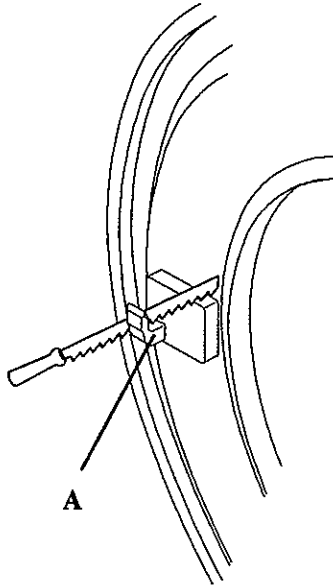

fig. 24
- Disable washer's lock. An easy way to do this is to saw the lock part (*fig. 24/A*), located at front of machine. (As this part is made in thermo-plastic material, it can be easily sawed).
- Inutilizar el cierre de la lavadora. Una forma fácil es serrar la pieza de cierre (*fig. 24/A*), montada en el frontal de la máquina. (Al ser una pieza de material termoplástico, se sierra con facilidad)
- Inutiliser la fermeture de la machine. On peut scier la pièce de fermeture (*fig. 24/A*), montée au frontal de la machine. (Cette pièce est en matériel thermoplastique, donc il est facile à scier).